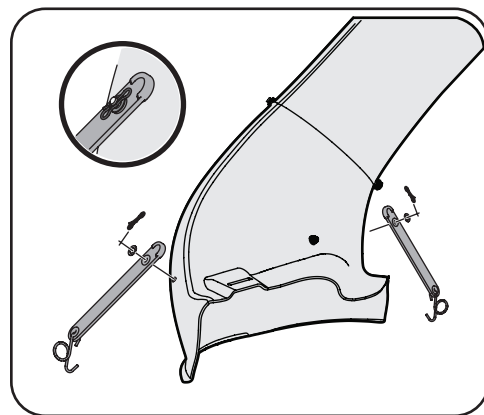

Figure 4-12
- Installez les courroies en caoutchouc de la goulotte (de l'ensemble de quincaillerie 689-00579) sur le coude de la goulotte à l'aide des axes de chape (711-05063), des rondelles (736-0204) et des goupilles fendues (714-04040). Voir Figure 4-12.